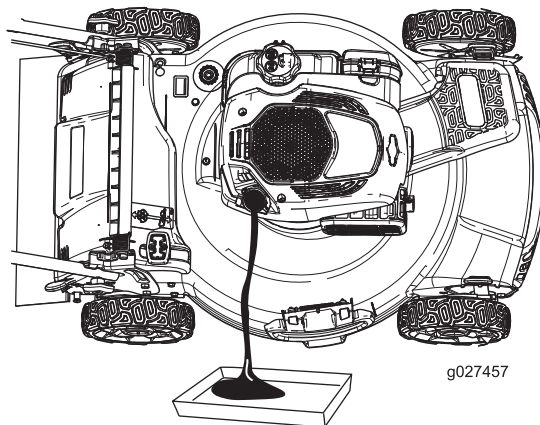

Figure 33
7. Basculez la machine sur le côté, tube de remplissage en bas, pour vidanger l'huile usagée dans le bac de vidange par le tube de remplissage (Figure 33).